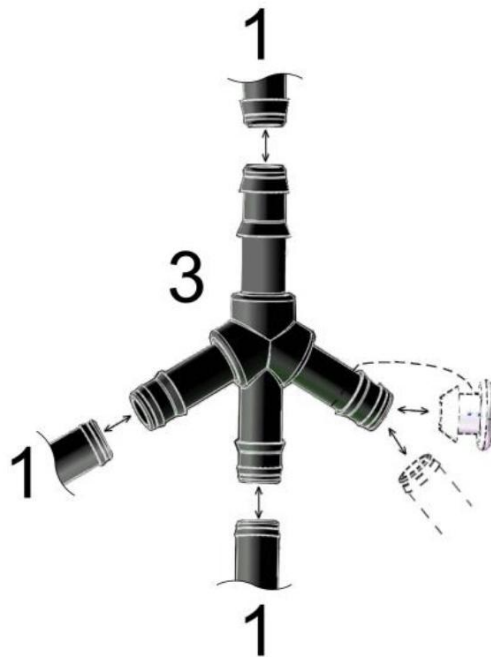

Рис.1
2. Соедините насос (9) с подающим шлангом (1) и опустите насос (9) на дно бочки .
3. Введите подающий шланг в теплицу и соедините его с большим разветвителем (3) внутри теплицы согласно рис.1.